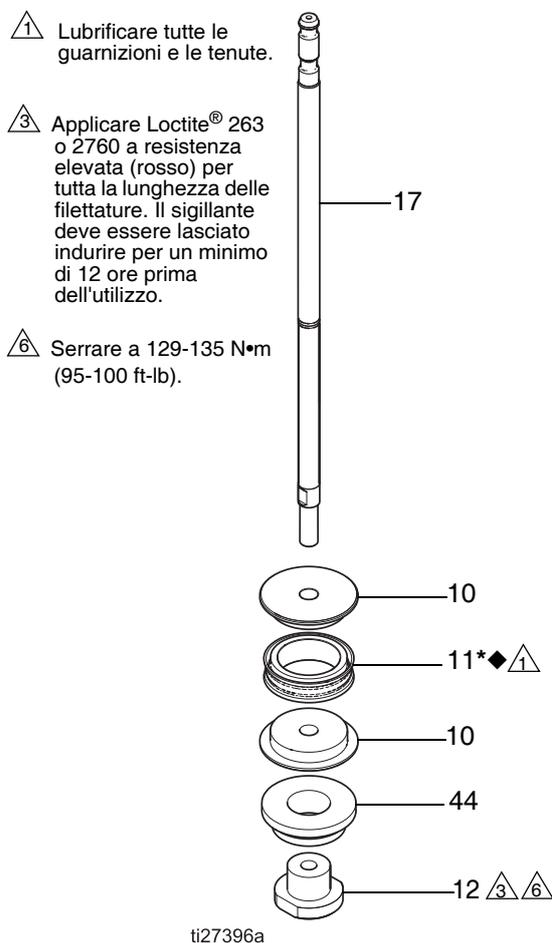
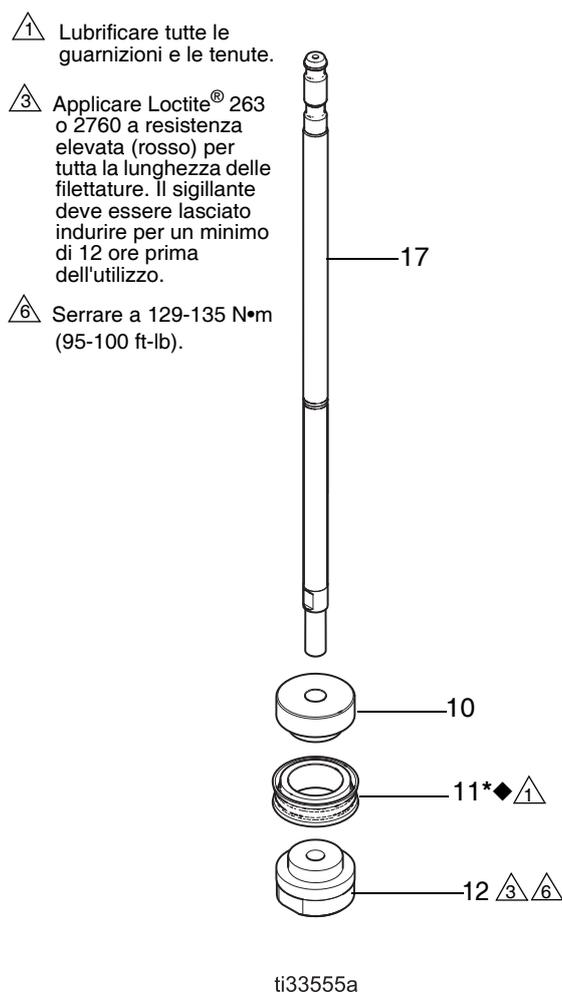

FIG. 6. Smontare o montare il pistone (solo modelli da 1000 cc, 1500 cc e 2000 cc)
FIG. 7. Smontare o montare il pistone (solo modelli da 750 cc)
Vedere FIG. 6, pagina 10 o FIG. 7, pagina 11.
Posizionare le due metà del pistone (10) intorno alla guarnizione del pistone (11♦*) e farle scattare in posizione insieme. Vedere FIG. 6.
Solo modelli da 750 cc e 750 cc HP: Installare la guarnizione del pistone (11♦*) sul pistone (10). Vedere FIG. 7 a pagina 11.
2. Applicare Loctite® 263 o 2760 a resistenza elevata (rossa) alle filettature del diametro interno del dado del pistone (12). Avvitare l'asta (17) attraverso il pistone (10) e il distanziatore (44; non utilizzato sui modelli da 750 cc) nel dado del pistone (12). Serrare il dado del pistone (12) a una coppia di 129-135 N•m (95-100 ft-lb). Il sigillante deve essere lasciato indurire per un minimo di 12 ore prima dell'utilizzo.